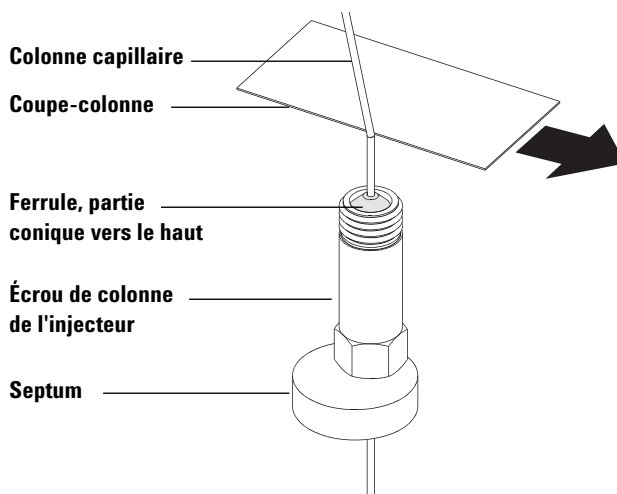

Figure 3 Préparation d'une colonne capillaire pour son installation
- 2 Mettez des gants propres, enfitez l'extrémité libre de la colonne à travers un septum, un écrou de colonne et une ferrule conditionnée (Figure 3). Le côté conique de la ferrule doit être orienté vers l'extérieur de l'écrou de colonne.